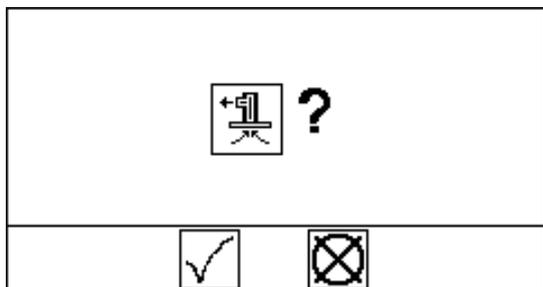

FIG. 12: Conferma dell'adescamento
4. Premere il tasto di adescamento della pompa . All'operatore viene chiesto di confermare. Vedere la FIG. 12. Selezionare  per iniziare l'adescamento.